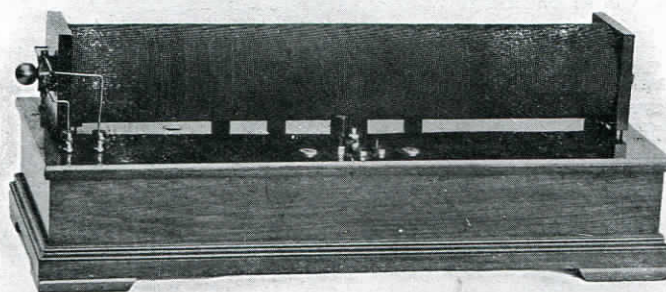

FIG. 56.
**Perméamètre J. Carpentier** pour la mesure des inductions élevées (de 100 à 1.100 gauss) (*figure 56*)..... 350. »